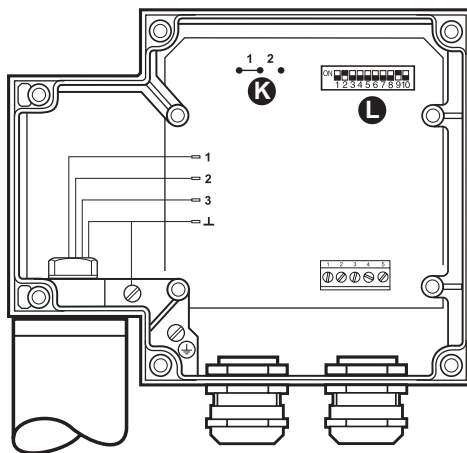

Fig. 8
2. Flytta bygel **K** på den elektrod som fungerar till vänster (1)! **Fig. 7, Fig. 8**